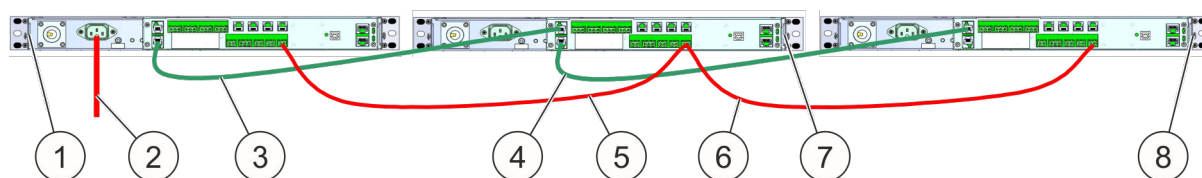

Fig. 46: Suministro de energía y cable de datos
1. ➤ Conectar la alimentación de red (Fig. 46/2) de 100-240 V CA al maestro (Fig. 46/1).
2. ➤ Establecer la alimentación eléctrica (Fig. 46/5) entre el maestro y el primer esclavo (Fig. 46/7). Véase también Capítulo 3.3.7 “Alimentación eléctrica” en la página 27.
3. ➤ Establecer la alimentación eléctrica (Fig. 46/6) entre el primer esclavo y el siguiente esclavo (Fig. 46/8).
5. ➤ Conectar el *cable de conexión CAN-Bus (maestro/esclavo)* (Fig. 46/3) entre el maestro y el primer esclavo.
6. ➤ Conectar el *cable de conexión CAN-Bus (maestro/esclavo)* (Fig. 46/4) entre el primer esclavo y el siguiente esclavo.